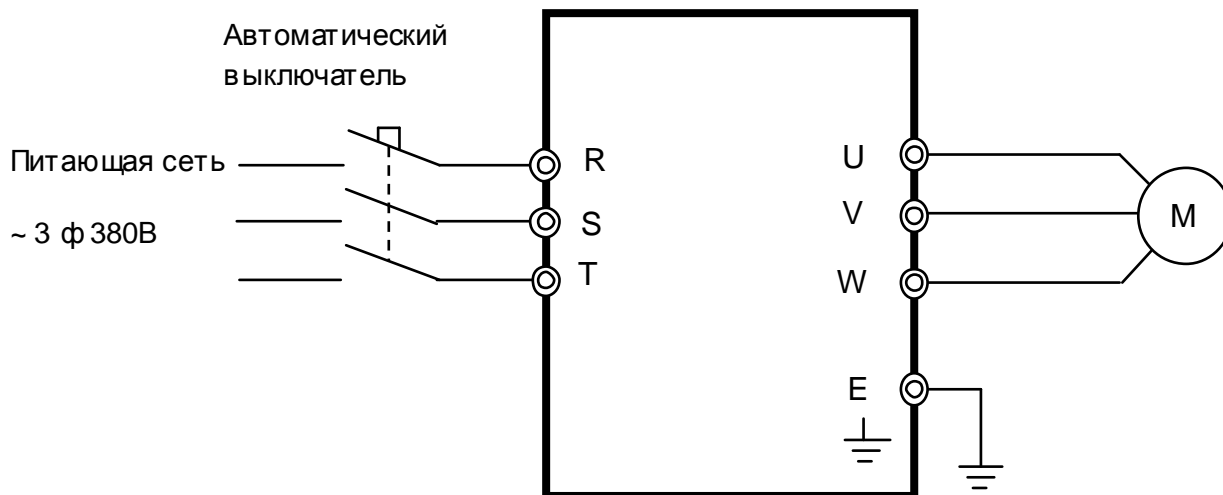

Рис. 8.2. Схема подключения силовых цепей ПЧ EI-9011
8.2. Подключить проверяемый ПЧ по схеме, приведенной на рис. 8.2.